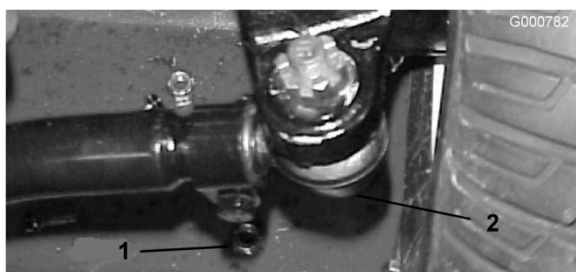

Figure 58
- Pour le régler, retirez la goupille fendue et l'écrou de la rotule de biellette. Retirez la rotule de biellette du support du corps d'essieu (Figure 58).
- Desserrez les fixations aux deux extrémités des biellettes (Figure 58).